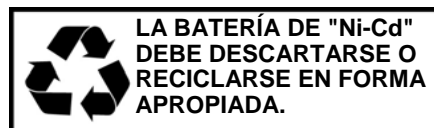

Fig. 7
4. Extraiga cuidadosamente la batería y desconecte los terminales separando los conectores de los cables. Quite la batería de la unidad. (Fig. 7)